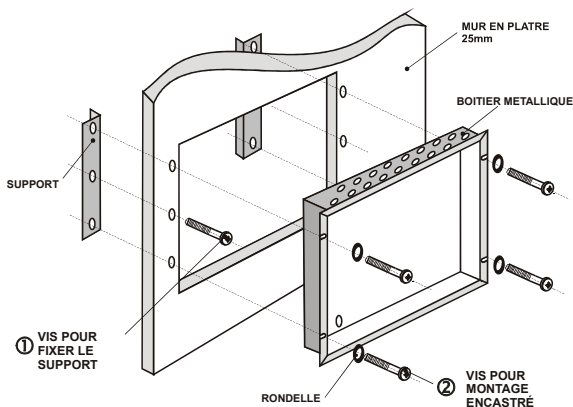

Figure 7.
- Mettez les supports en place sur le côté intérieur du mur, puis fixez-les à l'aide des vis (position 19, page 31), comme illustré sur la figure 7, position 1.
- Introduisez tous les câbles de l'installation dans le boîtier, puis placez celui-ci dans l'ouverture de montage. Fixez le fond en utilisant les vis et rondelles de montage (positions 17 et 18, page 31) (figure 7, position 2).